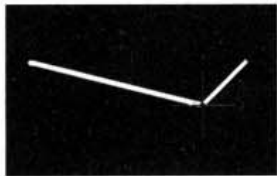

图 11-7 将一条导线分为两条
- (2) 单击一下“A”点, 鼠标变为十字, 移动光标可以拖动导线的端点; 在另一位置再单击鼠标左键, 即可将导线的端点移动到新位置。
- (3) 单击一下“B”点, 鼠标变为十字, 移动光标, 本是直线的导线即变为折线; 在另一位置再单击鼠标左键, 原来的导线即被分为了两条导线, 如图 11-7 所示。